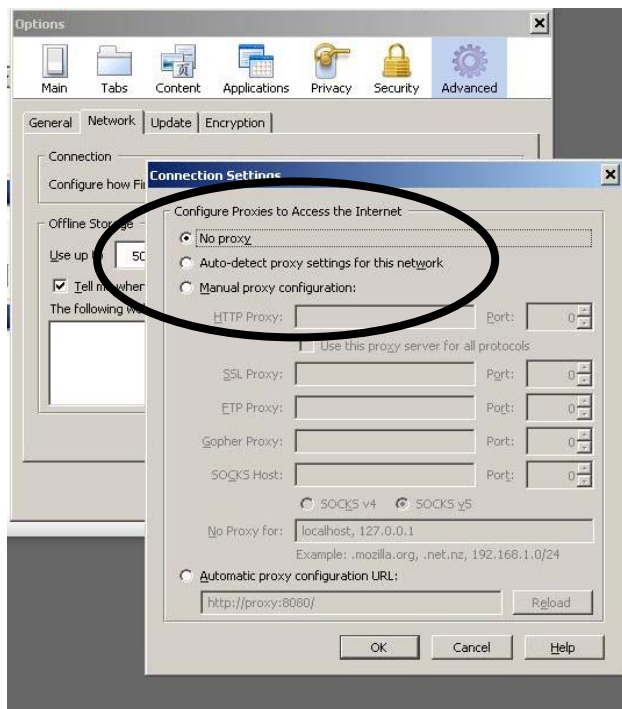

図 38. プロキシ設定の解除 (Firefox のみ)
2. Firefox にのみ適用されます：ProMix 2KS/3KS ネットワーク内で、Firefox で運転するには、ご利用のブラウザ上のプロキシ設定を解除する必要があります。ご利用の Firefox ブラウザにおいて、[ツール]>[オプション]>[詳細]>[ネットワークタブ]>[接続設定]と進みます。「プロキシなし」をクリックします。を参照のこと図 38。